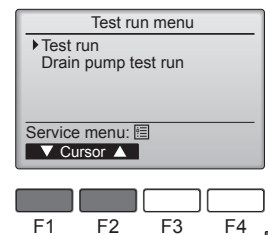

Fig. 8-2
- 2 У меню «Test run menu» (Тестовий прогін) виберіть пункт «Test run» (Тестовий прогін), а потім натисніть кнопку [ВИБРАТИ]. (Fig. 8-2)